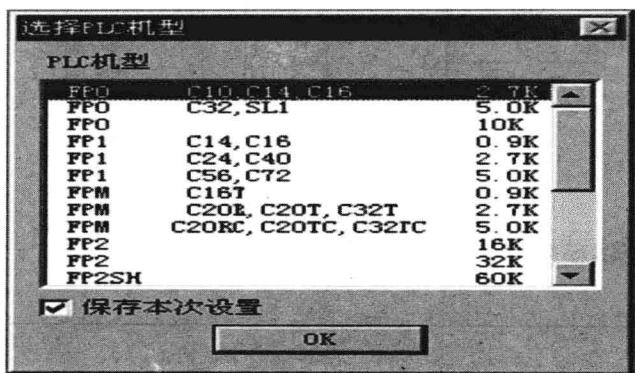

图 1-14 选择 PLC 机型
- (2) 选择 [创建新文件]，画面中将会显示关于机型选择的对话窗，请从中选择所使用的 PLC 机型（FPI C24 或 C72），并单击 OK 按钮，如图 1-14 所示。